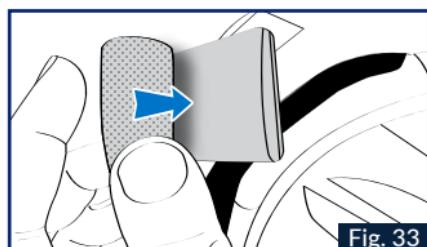

Fig. 33
- Coller la mousse de calage présente dans votre kit **SENA FOR SHARK** (Bluetooth ou Mesh) à l'arrière de la batterie de votre Intercom Fig.33